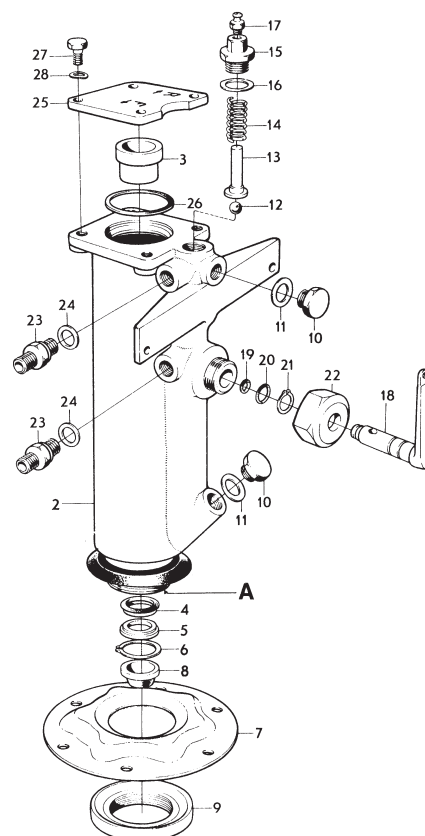

Fig. 37. Lyftcylinder
9. De båda tätningarna (4 och 8 fig. 37) skall vid behov bytas. Avlägsna yttre tätningen (8), låsringen (6), brickan (5) och inre tätningen (4). Behöver metallbussningen (3) bytas kan densamma slås ut med en mässingsdorn.
10. Vid behov kan stödbrickan (9) i lyftcylinderns nederände bytas. Sätt upp cylinderhuset i ett skruvstycke med skyddsbackar och skruva loss stödbrickan.
11. Vid demontering av mässingsmuttern (22, fig. 37) följer manöverventilen (18) med sina två O-ringar (19 och 20) ut. En låsring (21) håller kvar muttern vid ventilen.
12. Skruva loss pluggen (15, fig. 37) med nippeln (17) och packningen (16). Tag ut fjädern (14) ansatsen (13) och kulan (12).